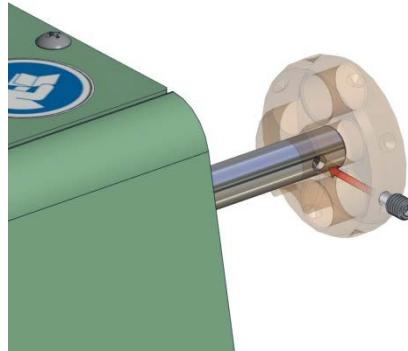

Abbildung 4.8.5
6. Montieren Sie die Stellschraube der Drehscheibe an ihre richtige Position auf der Spindelwelle (Gewindeloch, in dem sich die Stellschraube des bestehenden Drehgriffs befand). Siehe nachfolgende Abbildung 4.8.5.